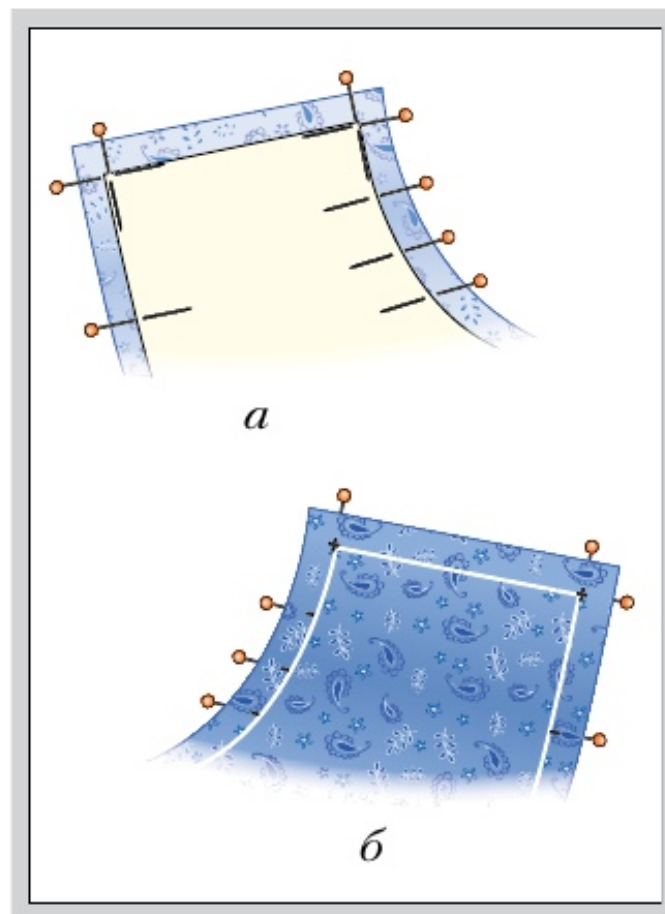

Рис. 126. Перенос линий выкройки на детали кроя портновскими булавками
1. Вколоть булавки насквозь через два слоя ткани в точках пересечения прямых линий (рис. 126, *а*). При переносе кривых линий булавки вкалывают так часто, как это нужно, чтобы выявить контуры линии.
2. Перевернуть детали кроя и соединить точки, обозначенные булавками, с помощью линейки и портновского мела (рис. 126, *б*).